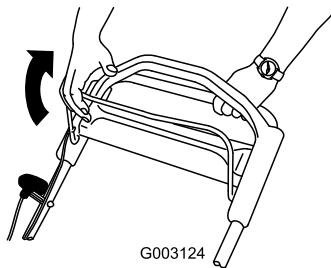

Figura 24
2. Tire de la barra de control de la cuchilla hacia el manillar (Figura 24).